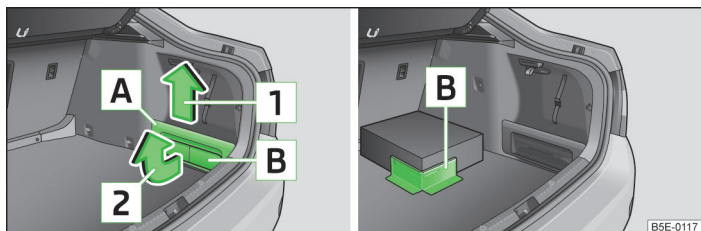

Fig. 89 Retrait du compartiment de rangement et de la pièce de fixation de charge / exemple de fixation de bagages au moyen de la pièce de fixation de charge
➤ Retirez le cache du compartiment de rangement **A** dans le sens de la flèche **1** » fig. 89.
- Retirez la pièce de fixation de charge **B** (élément du compartiment de rangement) dans le sens de la flèche **2** » fig. 89.